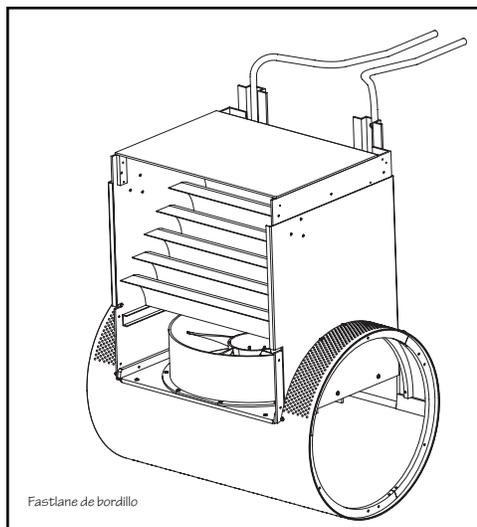

Fig. 6.6A
6.8a) Si las mangueras hidráulicas deben recorrer a lo largo y por encima de la cubierta de la piscina, proceda como indica el paso 6.9 (Fig. 6.6A).